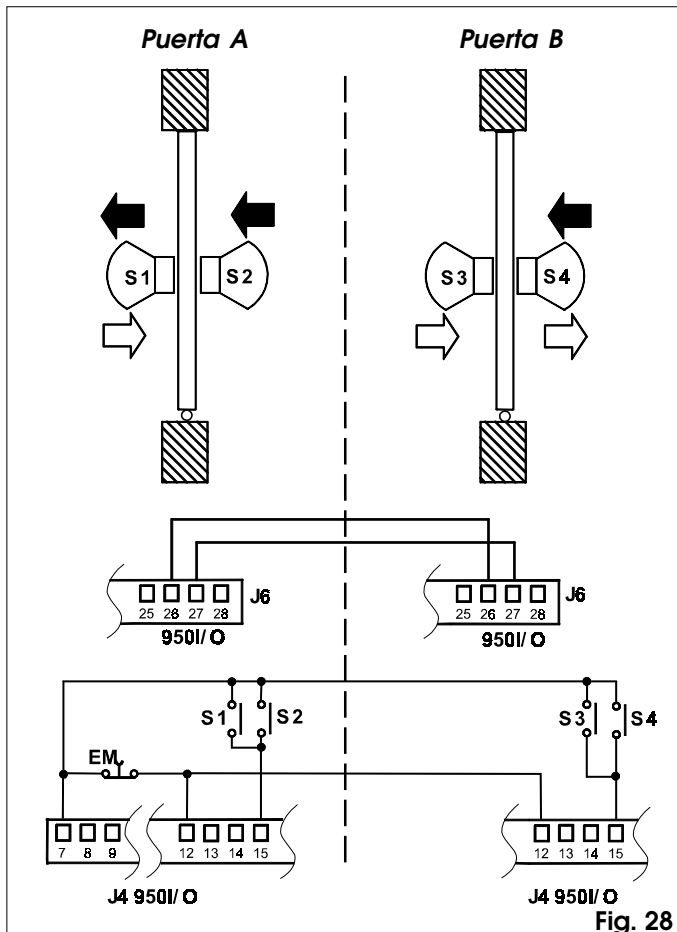

Fig. 28
- Realizar las conexiones entre los equipos 950I/O de las dos automatizaciones, y de los sensores como se muestra en la fig. 28.